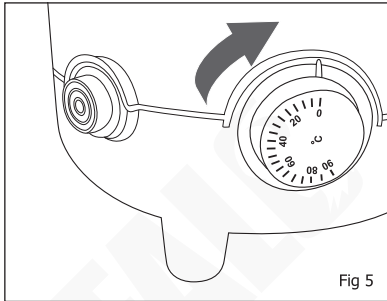

Fig 5
- Zet de thermostaat op de vereiste temperatuur (fig. 5).